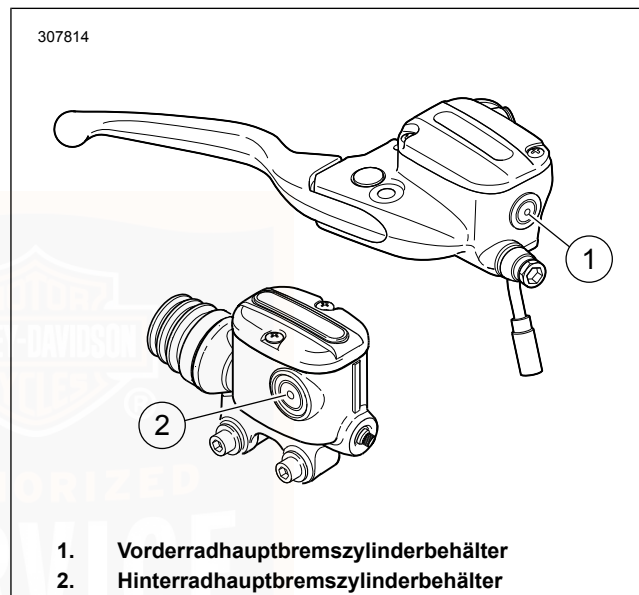

Abbildung 77. Mindestmarkierungen im Schauglas
2. Siehe Abbildung 77. Behälterschauglas prüfen. Der Füllstand muss die Mindestmarkierung auf dem Glas erreichen oder darüber liegen. Wenn der Füllstand unter der Mindestmarkierung liegt oder nicht sichtbar ist, einen Harley-Davidson-Händler aufsuchen.